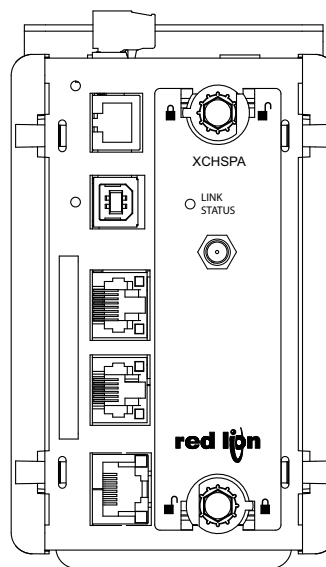

Abbildung 5.
5. Drehen Sie die Optionskartenknöpfe in die gesperrte Position, wie in Abbildung 5 angezeigt.